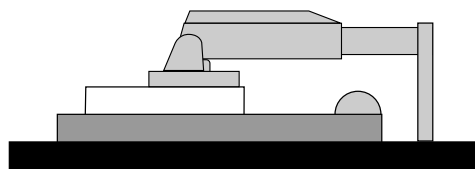

Рисунок S.1
3. Положите монитор экраном вниз на неабразивную поверхность (**Рисунок S.1**).